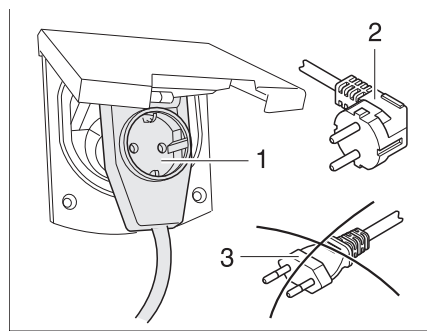

Bild 284 Anslutning till en vinkelkontakt med uttag
- ▶ Om en CEE 17 vinkelkoppling med uttag på baksidan (Bild 284,1) används, ska endast en gummerad och förseglad IP 44-kontakt med jordad kontakt (Bild 284,2) användas. Använd inte någon kontakt utan jordad kontakt (Bild 284,3). Risk för strömstöt!